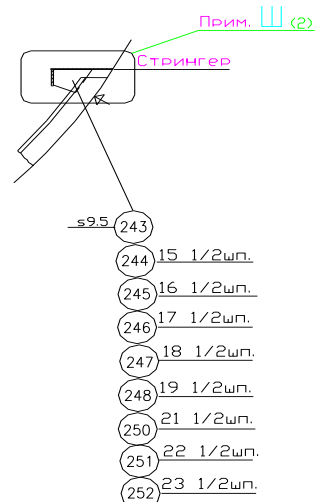

Рисунок 2.2
- 8 Поясните, что означают надписи на линии-выноске (рисунок 2.2).